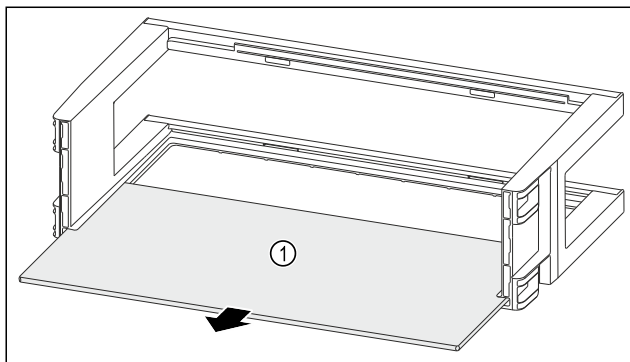

Fig. 130
- Retirer la tablette de rangement Fig. 130 (1).